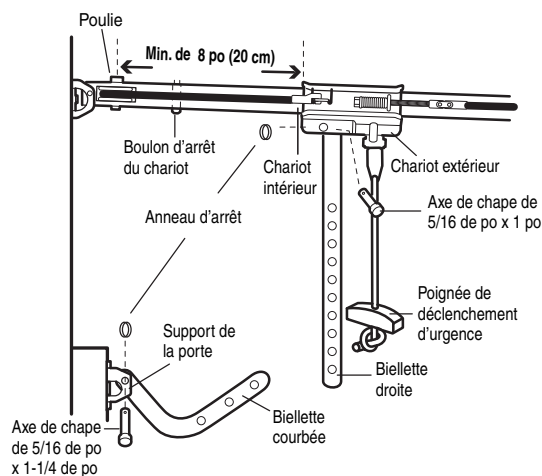

Figure 1
- S'assurer que la porte du garage est complètement fermée. Tirer la poignée de déclenchement d'urgence pour détacher le chariot extérieur du chariot intérieur. Reculer le chariot extérieur (en l'éloignant de la poulie) d'au moins 8 po (20 cm), comme illustré aux Figures 1, 2 et 3.
#### • Figure 1 :